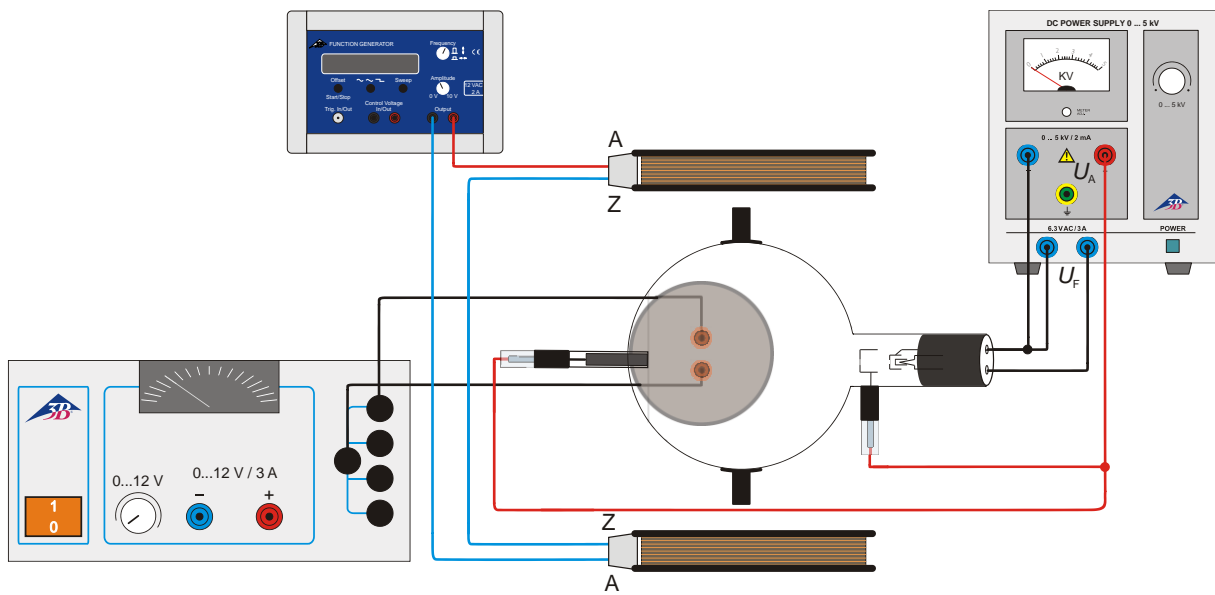

Fig.4 Desviación en campos magnéticos alternos cruzados (figuras de Lissajous)
- Realice el cableado de acuerdo con la fig. 4.